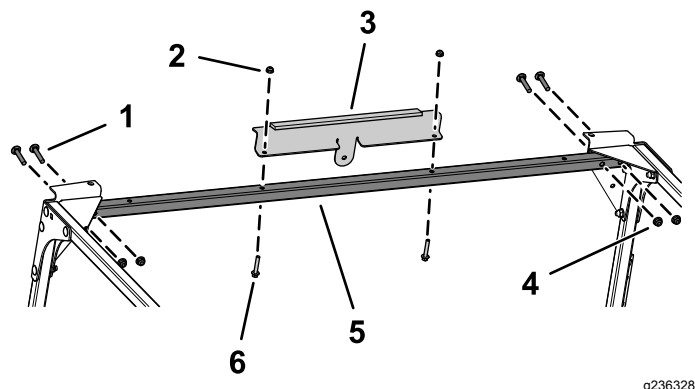

Figura 11
10. Instale sem apertar a ligação cruzada dianteira nas placas dianteiras e nas placas de canto utilizando quatro parafusos de carroçaria (5/16 pol. x 1¼ pol.) e quatro porcas flangeadas (5/16 pol.), como se mostra na Figura 11.
11. Instale o suporte frontal na travessa frontal utilizando dois parafusos hexagonais flangeados (¼ pol. x 1½ pol.) e duas porcas flangeadas (¼ pol.) conforme na Figura 11.